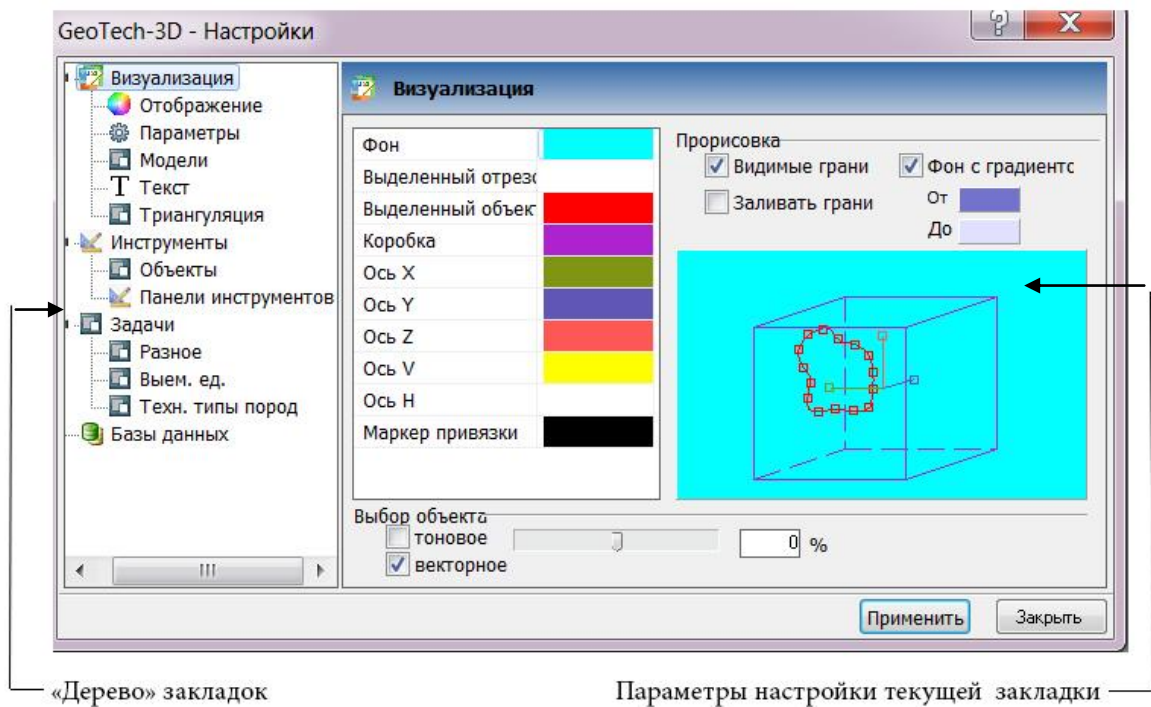

Рис.1. Диалоговое окно настройки интерфейса.
1. Выбрать команду Главного меню **Сервис/Настройки**, появится диалоговое окно «Настройки» (см. рис.1), которое состоит из двух частей: «дерева» закладок и параметров настройки текущей закладки: